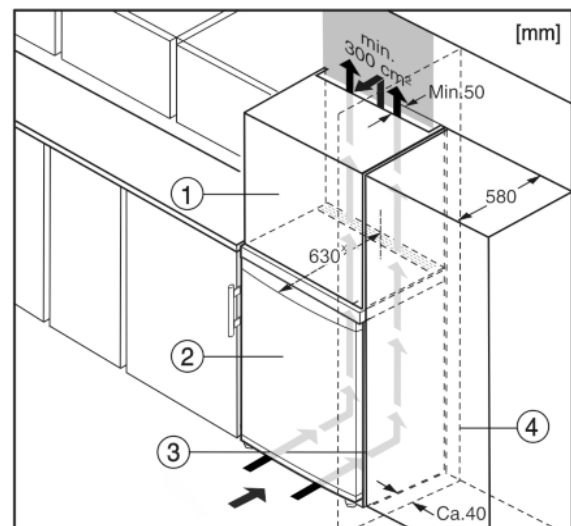

Fig. 5
- (1) Aufsatzschrank
- (2) Gerät
- (3) Küchenschrank
- (4) Wand
Das Gerät kann mit Küchenschränken umbaut werden. Um das Gerät Fig. 5 (2) der Küchenzeilenhöhe anzugleichen, kann über dem Gerät ein Aufsatzschrank Fig. 5 (1) angebracht werden.
Beim Umbau mit Küchenschränken (Tiefe max. 580 mm) kann das Gerät direkt neben dem Küchenschrank *Fig. 5 (3)* aufgestellt werden. Das Gerät steht seitlich 34 mm * und in der Gerätemitte 50 mm * gegenüber der Küchenschrankfront vor.
Wenn das Gerät mit den Scharnieren neben einer Wand *Fig. 5 (4)* aufgestellt wird, muss der Abstand zwischen Gerät und Wand mindestens 40 mm betragen. Dies entspricht dem Griffüberstand bei geöffneter Tür.